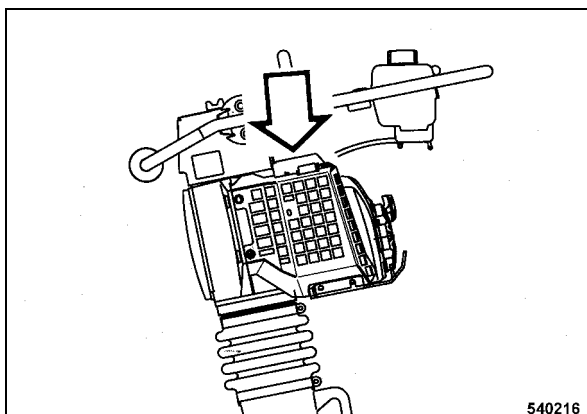

рис. 40
- Снять верхнюю крышку двигателя (рис. 40).